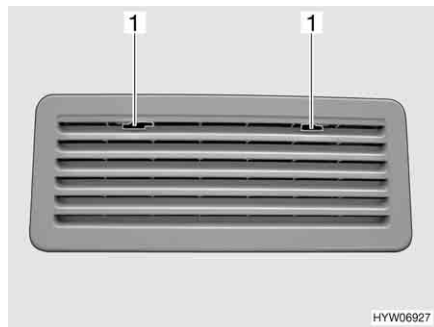

Fig. 68 Griglia di aerazione del frigorifero
- Spingere verso il centro l'arresto (Fig. 68,1).